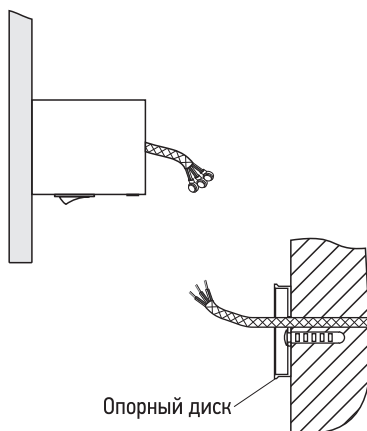

Рис. 15
4.18. Подготовить концы проводов для последующего соединения и зачистить их (рис. 15).